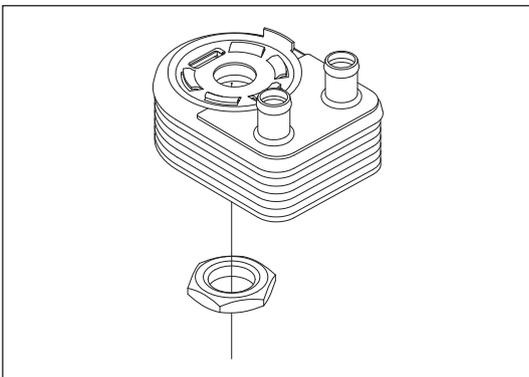

Рис. 10-3-5. Снятие низких шестигранных гаек масляного радиатора
- г) Вывернуть гайку крепления масляного радиатора и снять масляный радиатор, как изображено на рис. 10-3-5.
- (1) Смазать уплотнительную прокладку масляного радиатора чистым моторным маслом, установить ее на нижнюю часть блока цилиндров, закрепить тонкими шестигранными гайками масляного радиатора. См. рис.10-3-5.